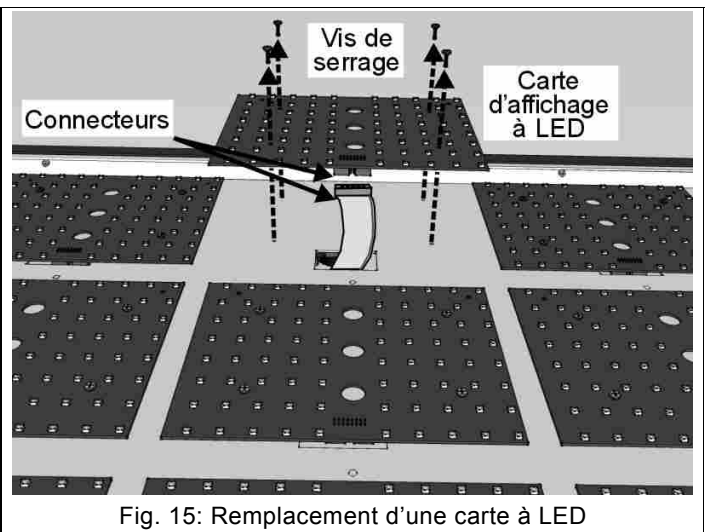

Fig. 15: Remplacement d'une carte à LED
- b) Vérifiez la présence de voltage continu +24 Vcc à l'entrée de la carte électronique des connecteurs (Fig. 15). En cas d'absence de voltage, vérifiez la connexion vers l'alimentation; dans le cas contraire, remplacez la carte électronique des connecteurs (chapitre 7.4).
- Avec le tournevis, ôtez les vis de serrage de la carte à remplacer (Fig. 15); écartez légèrement la carte de sa position pour enlever le connecteur du câble de connexion plat.